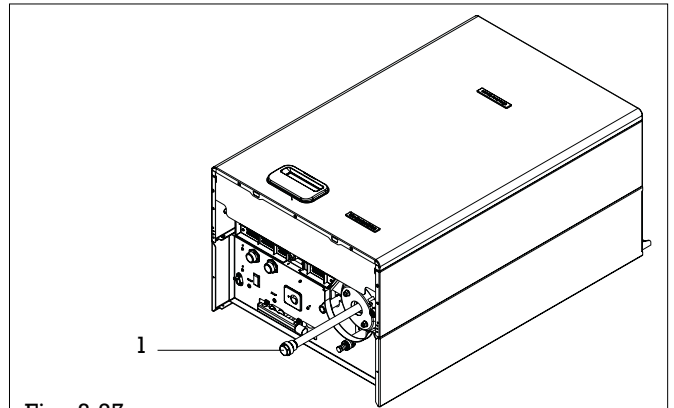

Fig. 3.27
- Dévisser le bouchon au centre de la trappe de visite et sortir l'anode (1) (fig. 3.27)